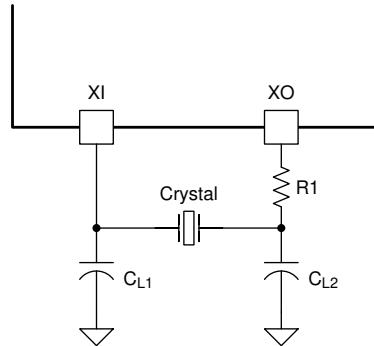

图 9-4. 晶体振荡器电路
如果利用晶振运行 , 建议使用 25MHz 的并联谐振 20pF 负载晶体。有关晶体谐振器电路的典型连接图 , 请参阅 图 9-4 。负载电容值因晶体供应商而异 ; 请咨询供应商以了解建议的负载。有关更多详细信息 , 请参阅应用报告 : 《德州仪器 (TI) 以太网物理层收发器的晶体选择和规格》。